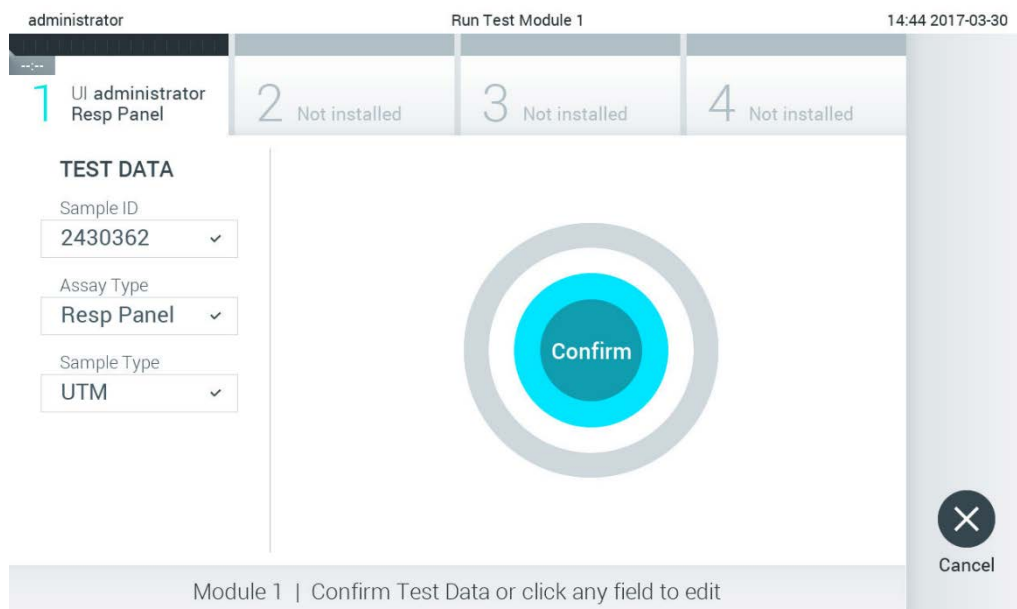

Figura 26. Ecranul Confirm (Confirmare).
5. Va apărea ecranul **Confirm** (Confirmare). Revizuiți datele introduse și faceți modificările necesare apăsând pe câmpurile relevante ale ecranului tactil și editarea informațiilor (Figura 26).